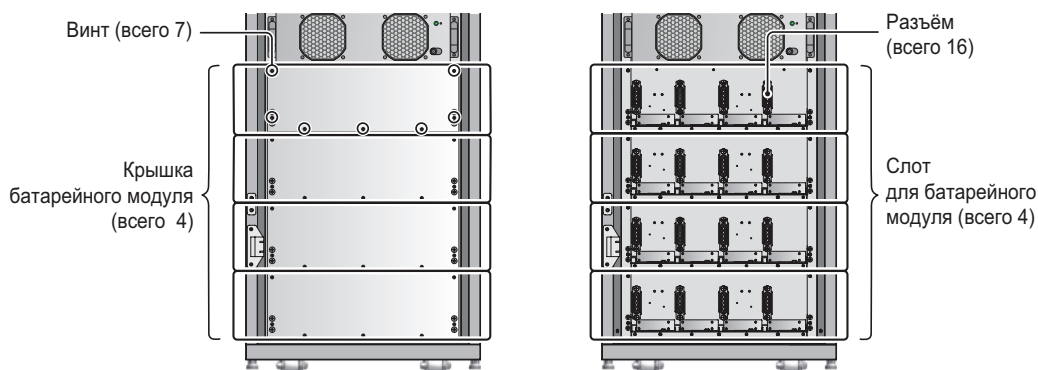
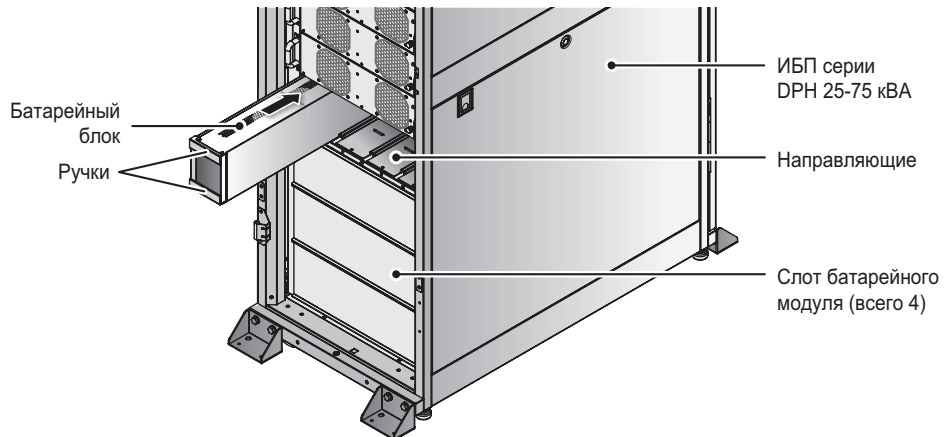

Рис. 5-15. Снятие крышек батарейного модуля
Рис. 5-16. Монтаж батарейного модуля
- 1 Откройте переднюю дверцу и снимите необходимое число крышек, чтобы получить доступ к слотам батарейных модулей (крышки закреплены семью винтами). См. **Рис. 5-15**.
- 2) Возьмите батарейный блок за ручки (см. **Рис. 5-16**), вставьте его в батарейный слот (см. расположение разъёмов на **Рис. 5-15**) и по направляющим вдвиньте внутрь. Убедитесь, что блок надёжно подсоединён к разъёму. Батарейный модуль состоит из четырёх батарейных блоков, каждый из которых необходимо установить в слот батарейного модуля на одном уровне (см. **Рис. 5-15** и **Рис. 5-16**). Число батарейных модулей выбирается исходя из требуемого времени автономной работы.
- 1) Откройте переднюю дверцу и снимите необходимое число крышек, чтобы получить доступ к слотам батарейных модулей (крышки закреплены семью винтами). См. **Рис. 5-15**.